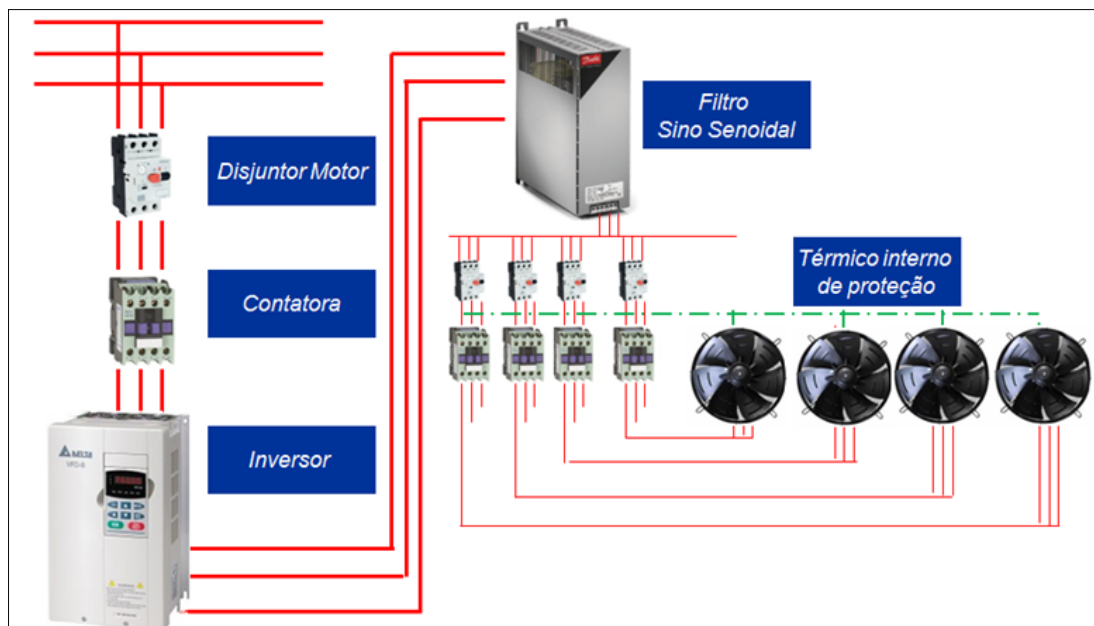
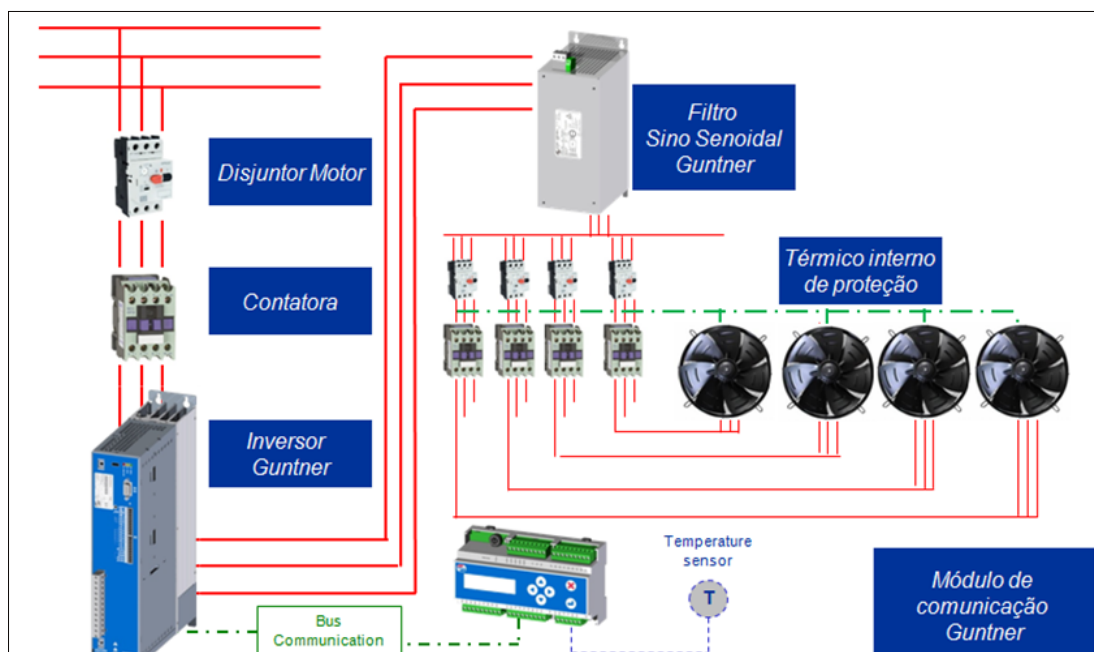

Figura 1: Montagem mínima exigida para instalação de inversores com múltiplos ventiladores.
Figura 2: Alternativa Guntner para solução com inversor de frequência e controlador GMM.
- Entre o inversor de frequência e o motor, deve ser instalado um filtro de onda senoidal em todos os pólos (Efeito de filtro de tensão de saída com formato senoidal entre fase-fase, fase-terra), observe figura 1. Alternativa Güntner, observe figura 2;